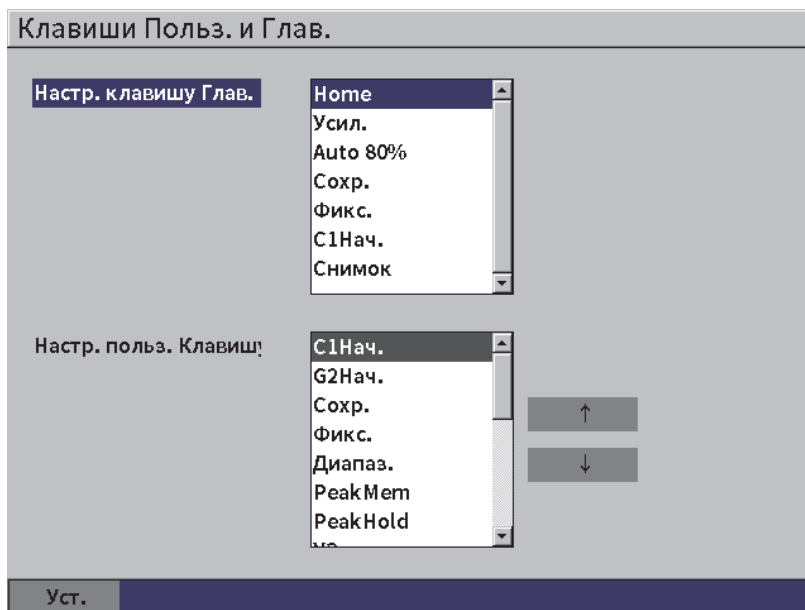

Рис. 5-5 Страница настройки пользовательских клавиш
Действие последовательного нажатия Shift, Tab можно изменить на странице настройки **Клавиши Польз. и Глав.** (см. Рис. 5-5 на стр 59).
1. Откройте страницу настройки **Клавиши Польз. и Глав.** (см. Рис. 5-5 на стр 59).